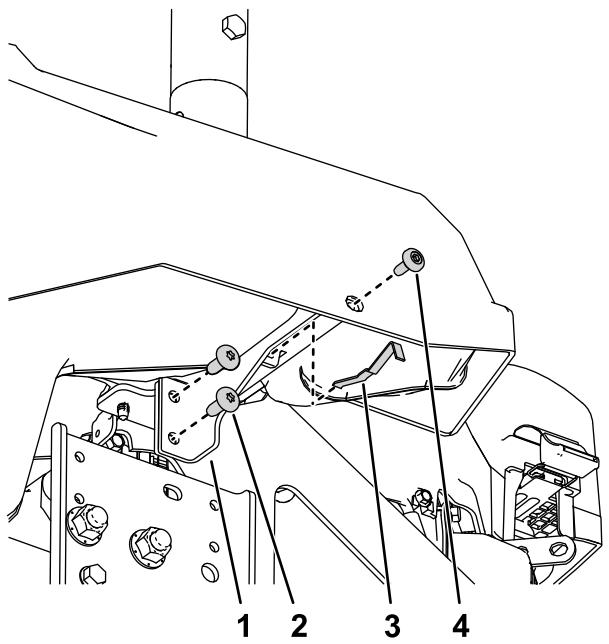

Figura 9
3. Instale o suporte esquerdo do módulo na estrutura da máquina utilizando os dois parafusos autorroscantes (5/16 x 3/4 pol.) e as peças removidas em 1 Preparação da máquina \(página 3\) como se mostra na Figura 9.